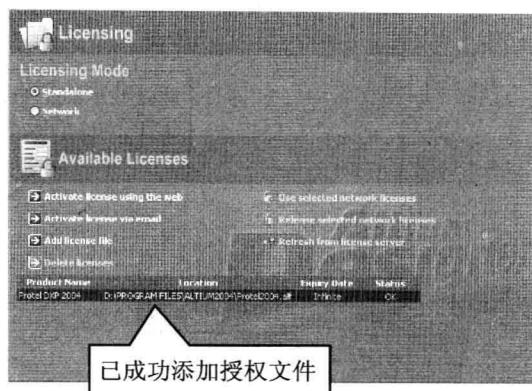

图 1-13 Protel DXP 2004 被成功激活
**步骤 3► 单击 按钮，即可将 Protel DXP 2004 激活，如图 1-13 所示。**